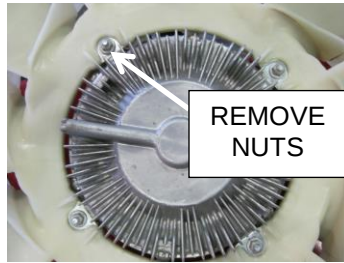

Figure 2.6
- ☐ Remove (4x) nuts securing fan body to fan clutch and remove fan body (Figure 2.6). Discard nuts.